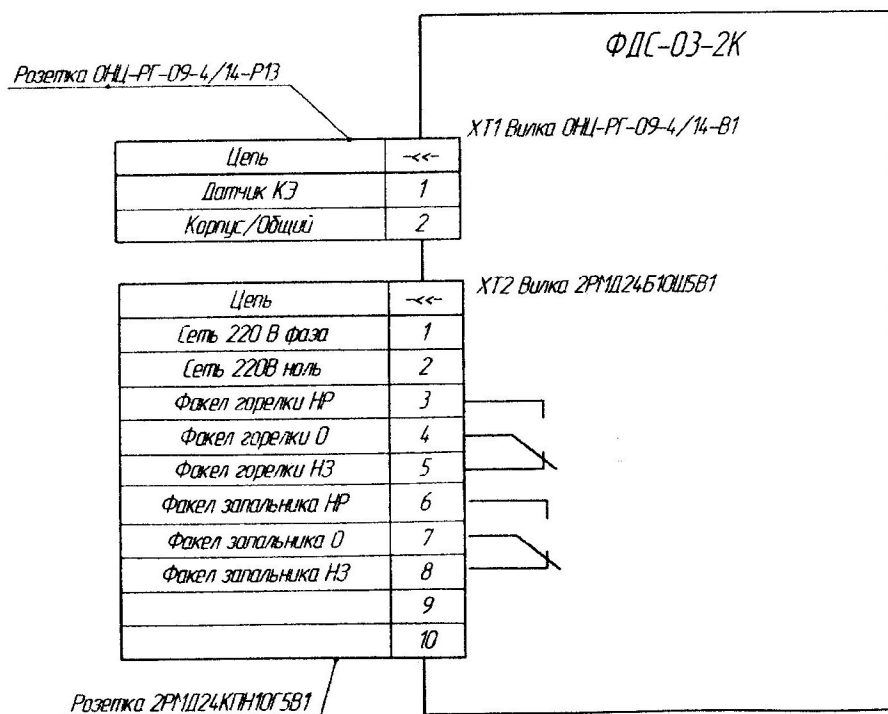

Рис. 3 Схема подключения внешних цепей
Схема подключения внешних цепей представлена на рис. 3.
2.1.1.3 Подключение фотодатчика производится в соответствии со схемой подключения внешних цепей Рис.3.